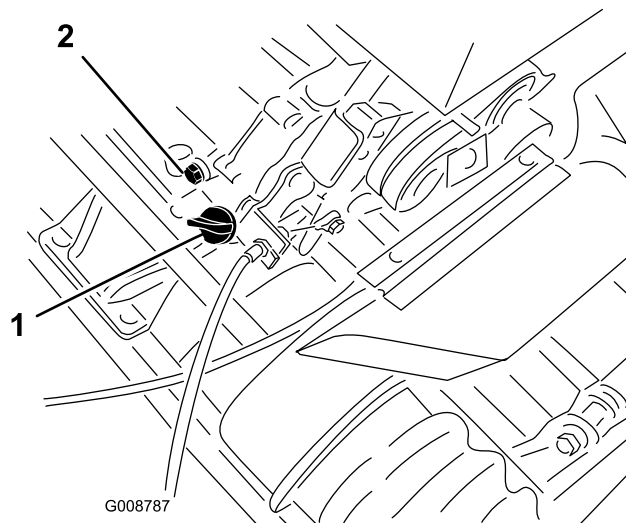

図 23
1. エンジンが水平になるように駐車し、オイルゲージの周囲をきれいに拭く 図 23。
2. 機体下にあるドレンプラグ 図 23 の下に廃油受けを置く。